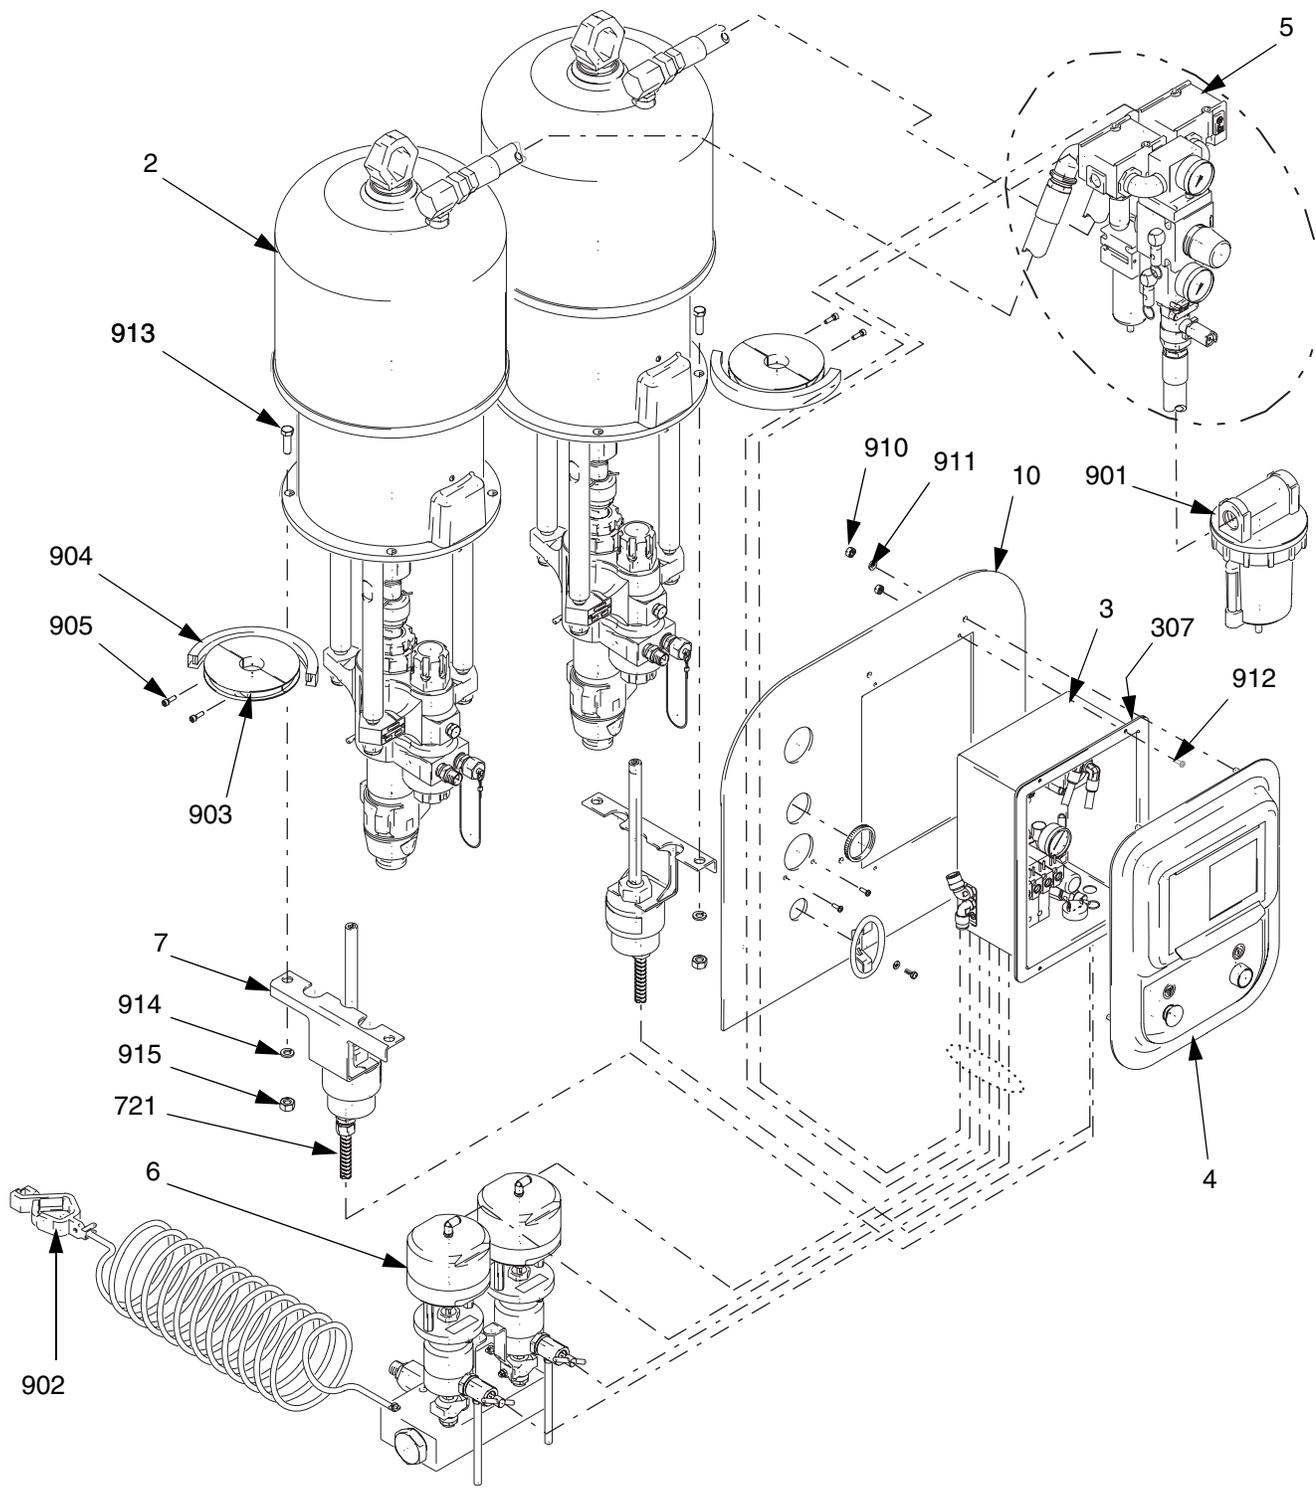

FIG. 1
1. Sujete los soportes del imán (903) a los ejes del pistón del motor de la bomba (2) con los tornillos (905). FIG. 1.
2. Instale una tira pequeña imantada y después una más larga (904) en cada soporte de imán (903). Sujete con la cinta suministrada.
3. Sujete las bombas (2) en los soportes con los dos tornillos de 3/8 x 1-1/4" (913), las arandelas de seguridad (914), y las tuercas (915).
4. Sujete los sensores (7) en las bombas y en los soportes de las bombas con los dos tornillos (913), las arandelas de seguridad (914), y las tuercas (915).
1. Monte la caja de control (3) en la placa de montaje (10). FIG. 1.
- a. Deslice la junta (307) sobre la parte trasera de la caja de control neumático (3), contra el reborde. Introduzca la caja a través de la placa de montaje (10).
- b. Sujete la caja (3) a la placa (10) con los tornillos 8-32 UNC (912).
FIG. 1 y FIG. 3
1. Monte el conjunto de control neumático (3) en la placa de montaje (10). FIG. 1.
3. Conecte el cable de conexión a tierra (315) al espárrago de conexión a tierra de la parte posterior de la cubierta con la tuerca (311).
4. Sujete la cubierta (4) a la placa de montaje (10) con las arandelas de seguridad (911) y las tuercas (910). FIG. 1.
1. Sujete el conjunto de la válvula dosificadora (6) al carro/soporte con los tornillos (913), la arandela (914), y las tuercas (915). FIG. 1, página 8.